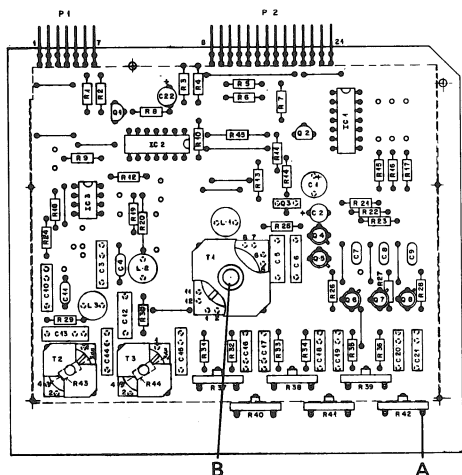

Fig. 5.6
- Digitalzähler an Punkt A (Fig. 5.6) anschliessen.
- Die Frequenz muss 105 kHz \pm 1 kHz betragen. Falls die Abweichung grösser ist, kann dies mit dem Spulenkern von T1 (Fig.5.6, Punkt B) korrigiert werden.
- Connect digital counter to point A (Fig. 5.6).
- The frequency must measure 105 kHz \pm 1 kHz. If the deviation is larger, this can be corrected with the trimmer slug of T1 (Fig. 5.6, point B).
- Raccordez le fréquencemètre digital au point A (fig.5.6).
- La fréquence doit être de 105 kHz \pm 1 kHz. Si l'écart est plus grand, il peut être corrigé en agissant sur le noyau de T1 (fig.5.6 point B).